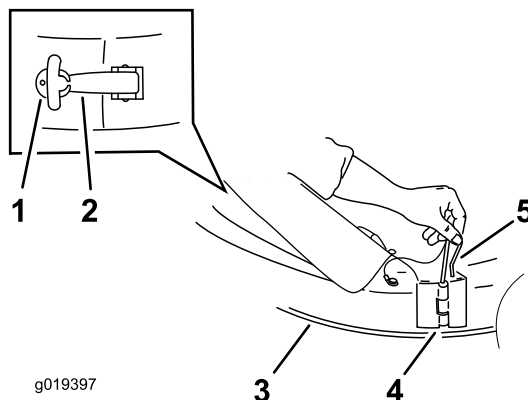

Bild 10
1. Heben Sie das Ablenkblech am Mähwerk an (Bild 10).
2. Setzen Sie den Auswurfkanal so ein, dass der hintere Haken an der Ablenkstange eingehakt ist; fluchten Sie das Drehzapfenscharnier aus und befestigen es mit dem Arretierbolzen (Bild 10).
3. Drehen Sie den Auswurfkanal nach hinten zum Mähwerk, sodass der Auswurfkanal mit dem Mähwerkgehäuse bündig ist (Bild 10).
4. Befestigen Sie den Auswurfkanal am Mähwerk. Haken Sie den flexiblen Verschluss am Auswurfkanal an der Befestigungsklemme ein, der hinter der Öffnung am Mähwerk angeschweißt ist (Bild 10).